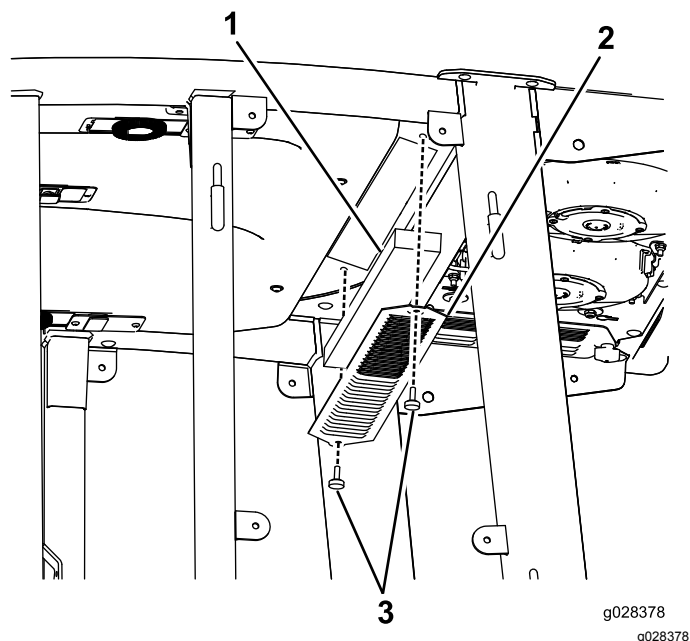
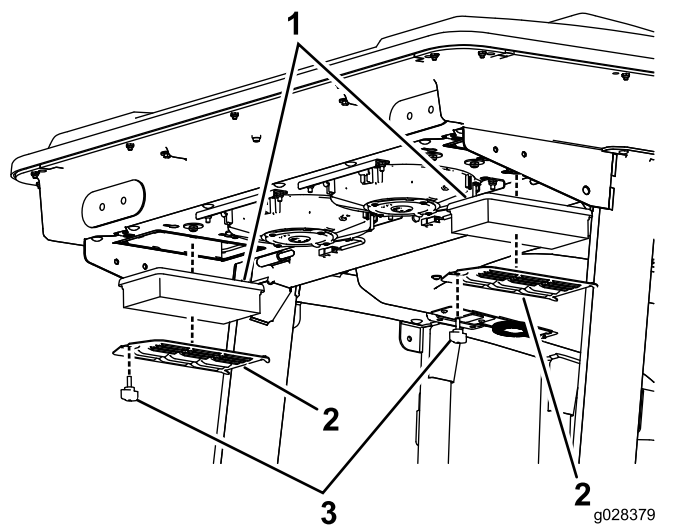
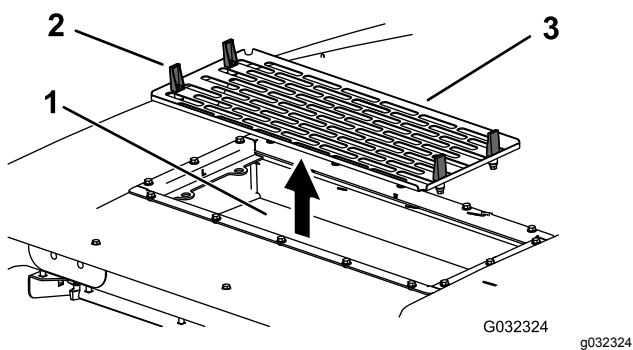
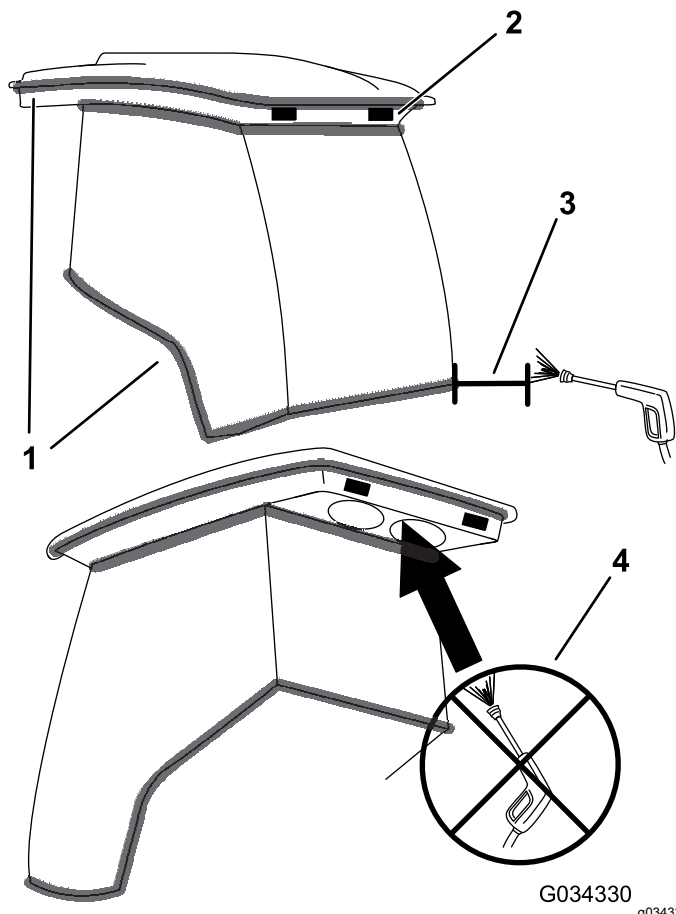

Рисунок 113
Рисунок 114
**Рисунок 115**
**Рисунок 116**
1. Выверните винты и снимите решетки у салонного и заднего воздушных фильтров кабины (Рисунок 113 и Рисунок 114).
5. Снимите воздушные фильтры (см. Рисунок 114).
7. Установите воздушные фильтры, сетку и вентилятор в сборе (Рисунок 114, Рисунок 115 и Рисунок 116).
8. Подсоедините провод к каждому вентилятору (Рисунок 115).